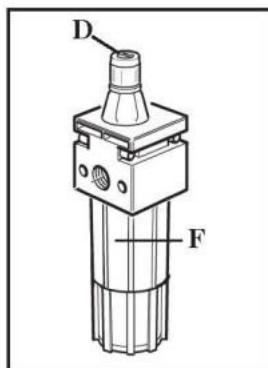

Рис.15
- Выполняйте следующие работы по техническому обслуживанию раз в месяц: Контролируйте уровень масла в влагомаслоотделителе. Если уровень низкий, открутите масляный колпачок F перед добавлением. Используйте только масла ISO HG с вязкостью ISO VG32. Вот некоторые из них: ESSO Febis K32, MOBIL Vacouline 1405, KLUBER32 (рис.15)
Нажмите педаль отжимной лопатки 3-4 раза. Убедитесь, что масло капнуло в стакан F. В противном случае используйте регулировочный винт D. (рис.15)